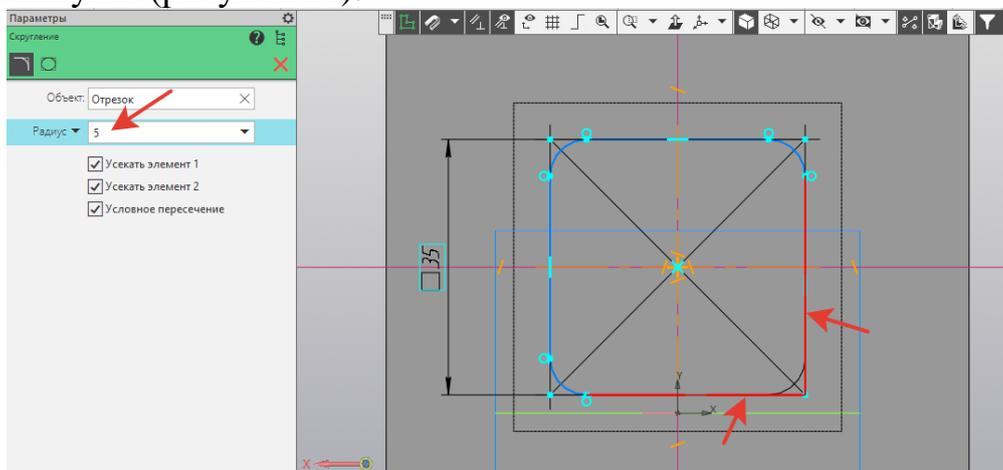

Рисунок 11.
10. На инструментальной панели **Геометрия** - **Прямоугольник** – **Прямоугольник по центру и вершине**. В **Параметрах**: **Длина** – 35, **Ширина** – 35. Закрепить в центре куба. Выполните  **Скругление** радиусом - 5, указав две стороны угла (рисунок 11).